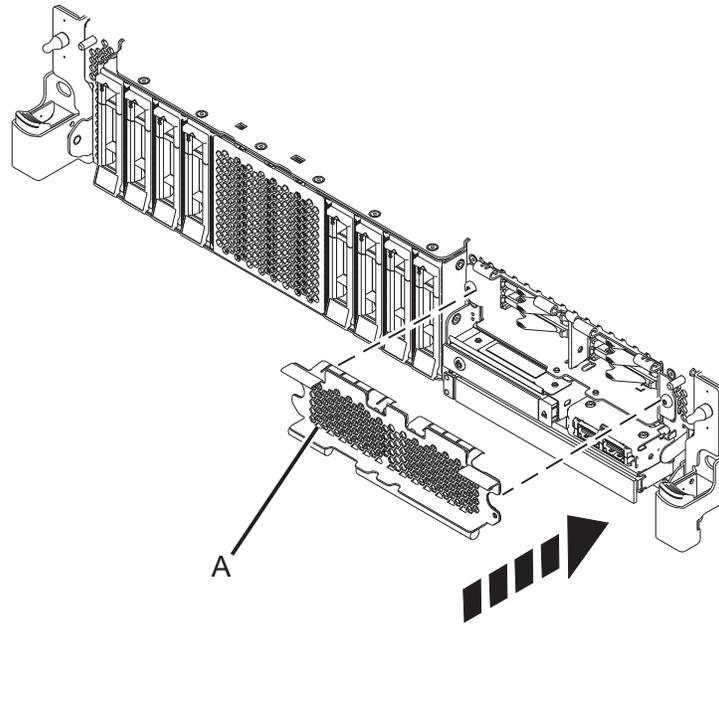

Figure 9. Installation du cache sur le compartiment SSD dans un système à fonction étendue
3. Si applicable, obstruez le compartiment SSD avec le cache perforé (A) comme illustré dans la figure 9, à la page 13.